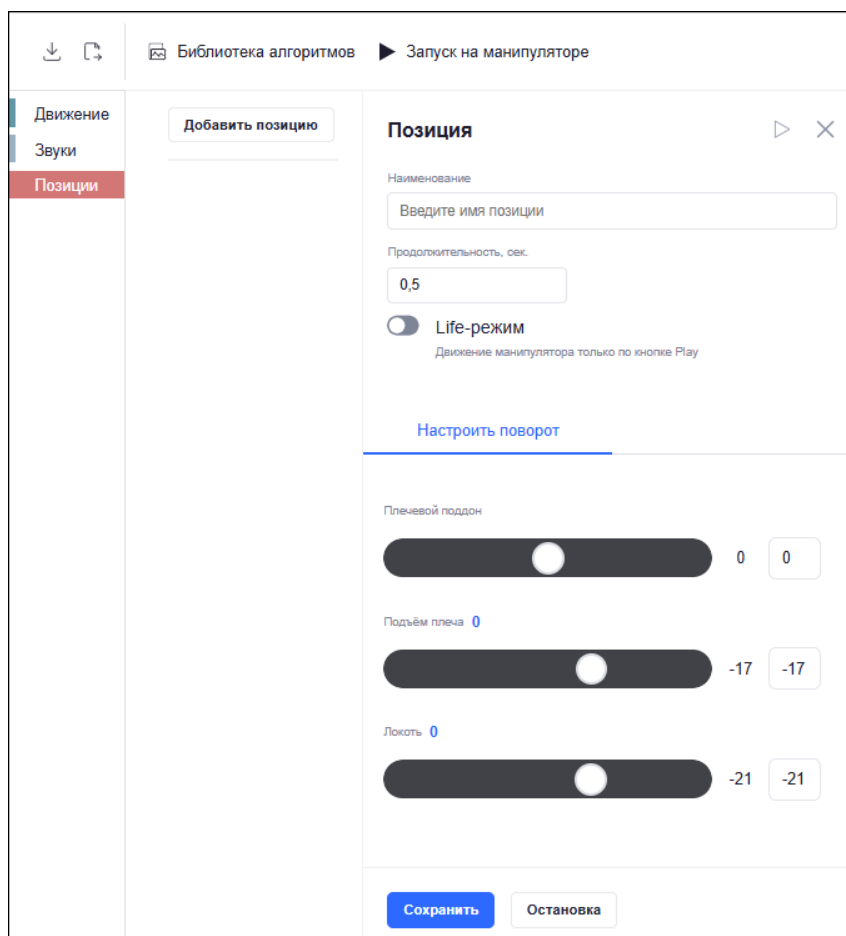

Рисунок 42 – Раздел «Позиции»
- Раздел «Позиции» содержит кнопку «Добавит позицию», при нажатии на которую открывается форма для создания позиции манипулятора. Форма содержит (Рисунок 42):